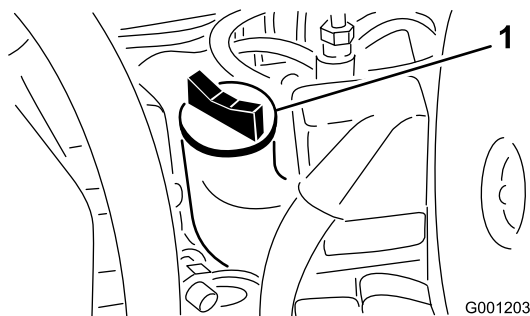

Bild 46
4. Wenn der Ölstand an oder unter der NACHFÜLL-Markierung am Peilstab liegt, öffnen Sie den Öleinfülldeckel (Bild 46) und gießen Sie Öl nach, bis der Ölstand die VOLL-Markierung am Peilstab erreicht.